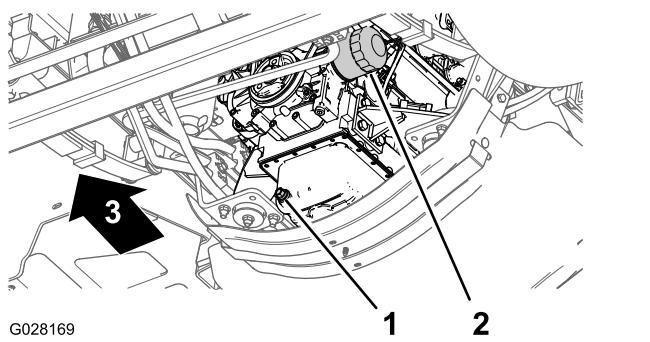

Figura 76
3. Coloque un recipiente de drenaje debajo del filtro de aceite del motor (Figura 76).
4. Retire el filtro de aceite usado (Figura 76).
- Instale el filtro de aceite en el adaptador de filtro, gire el filtro de aceite en sentido horario hasta que la junta de goma entre en contacto con el adaptador del filtro, luego apriete el filtro media vuelta más (Figura 76).
- Coloque un recipiente debajo del tapón de vaciado (Figura 76).
- Retire el tapón de vaciado (Figura 76) y deje que el aceite se drene completamente.